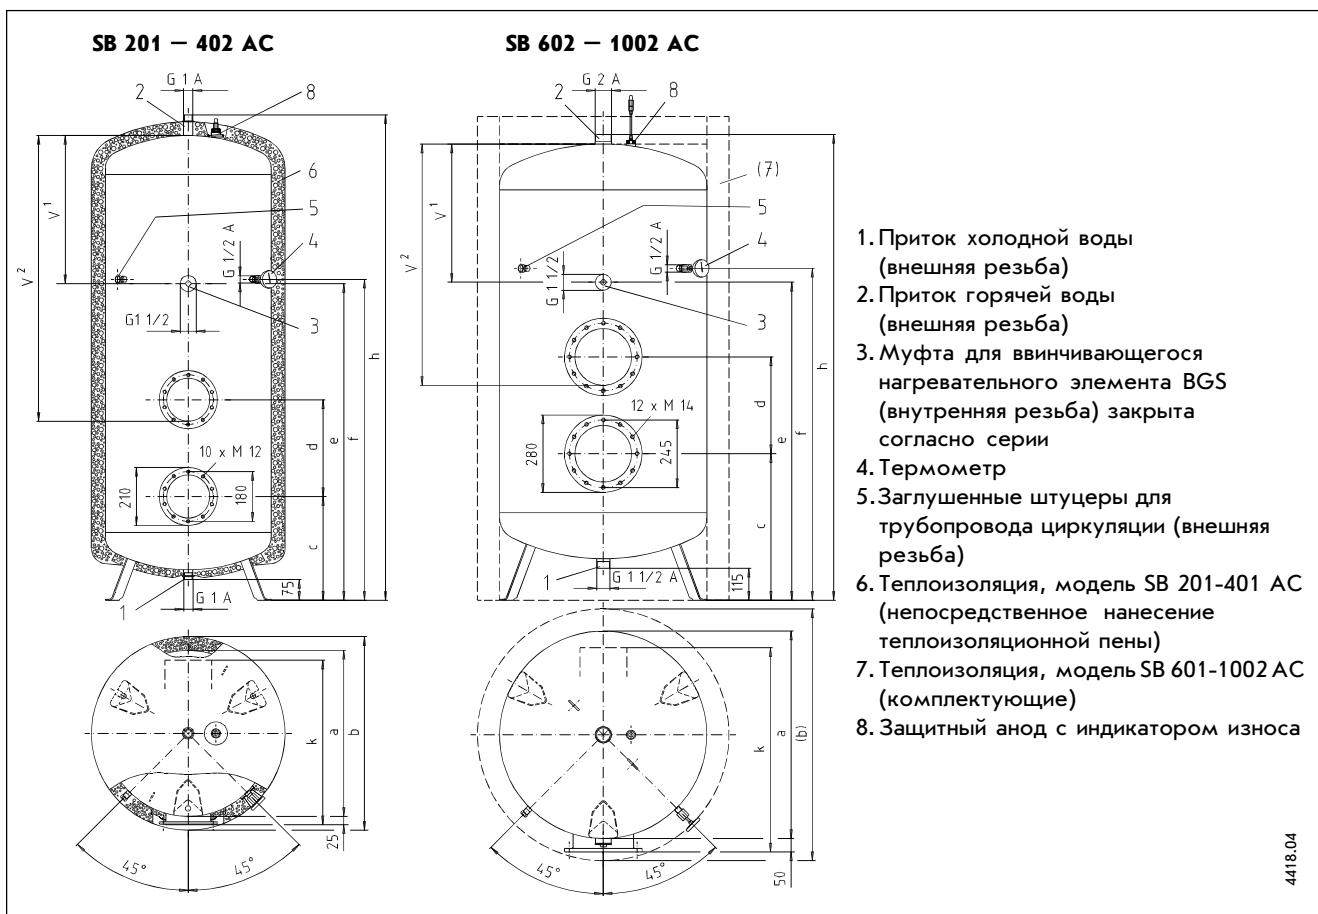

Рис. 3
- Во фланцевое отверстие диаметром 210 мм (модели SB 201-402 AC) и фланцевое отверстие диаметром 280 мм (модели SB 601-1002 AC) смонтировать теплообменник, либо фланец с нагревательными тэнами, либо заглушку, учитывая при этом максимально допустимую глубину погружения тэнов или теплообменника (расстояние  $k$  на рис.3). При использовании указанных на стр. 8 комплектующих необходимое расстояние между тэнами (теплообменником) и стенкой бака обеспечивается автоматически.